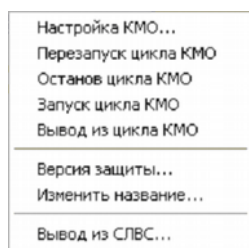
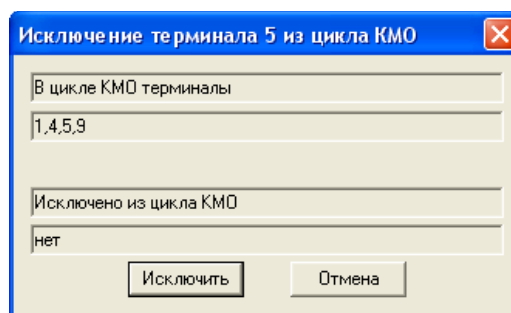
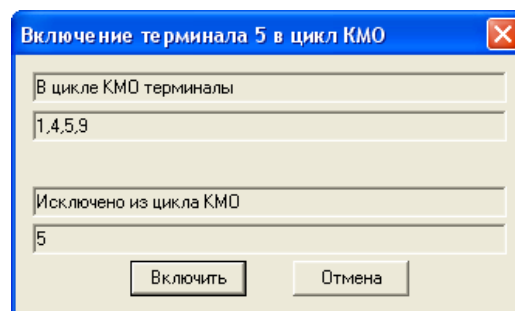

Рис. 36 Меню настройки
Рис. 37 Панель вывода терминала из цикла КМО
Рис. 40 Панель включения терминала в цикл КМО
После запуска программы «Монитор РЗА» и выбора терминала в списке панели доступа (см. рис. 11), двойным щелчком правой клавиши мыши открывается меню настройки, показанное на рис. 36. После выбора команды «Вывод из цикла КМО» появится панель вывода терминала из цикла КМО, показанная на рис. 37. В верхней строке панели дан список номеров терминалов входящих в цикл КМО, которые настроены в таблице списка терминалов КМО (см. рис. 16). В нижней строке – список номеров терминалов, выведенных из цикла КМО для проверок.
В меню настроек (см. рис. 36), по команде «Ввод в цикл КМО», вызывается панель включения терминала в цикл КМО, показанная на рис. 40.
5. отключается разъем Bbnet (при необходимости); перед отключением разъема Bbnet необходимо вывести терминал из СЛВС ЧЯ по команде «Вывод из СЛВС» меню настройки (см. рис. 36).